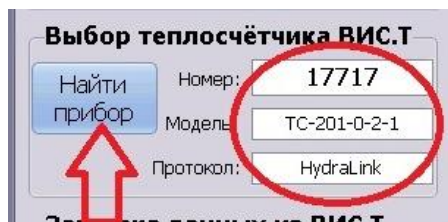

Рисунок 17.
5.2.5. В контейнере «Выбор теплосчётчика ВИС.Т» нажмите на кнопку «Найти прибор» (рисунок 17).